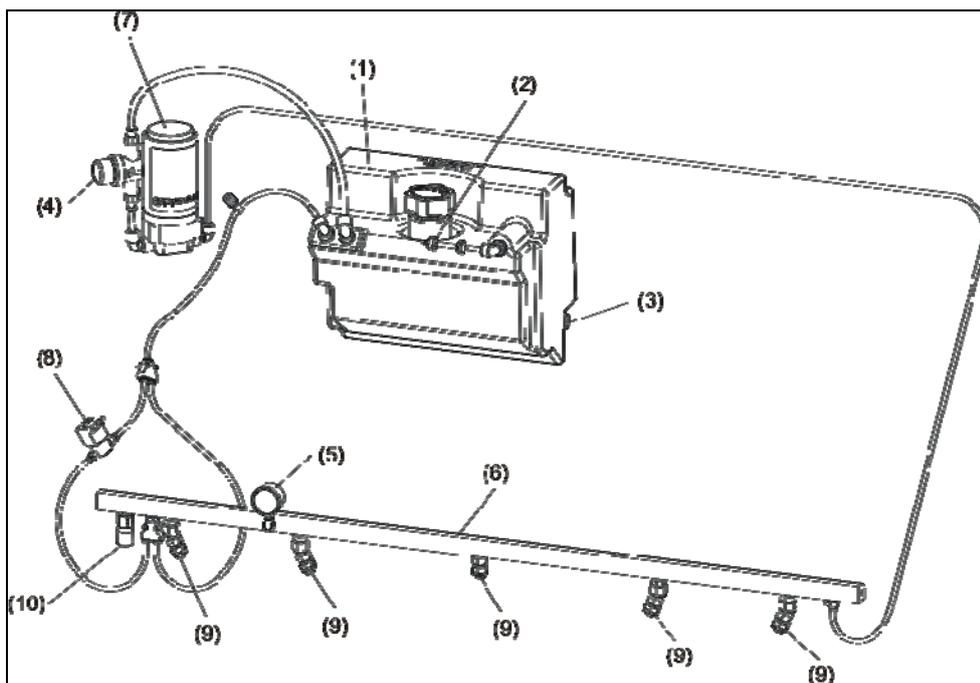

Рисунок 6-2. Система нанесения клинера
2. Насос клинера наносит смесь чистящей жидкости (клинера) и воды на дорожку. См. рисунок 6-2.